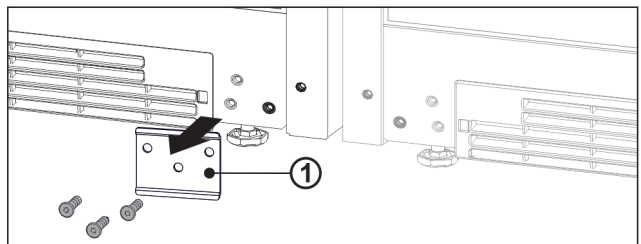

Fig. 14
- ▶ Jei sumontuotas skydelis Fig. 14 (1), jį atsukite.